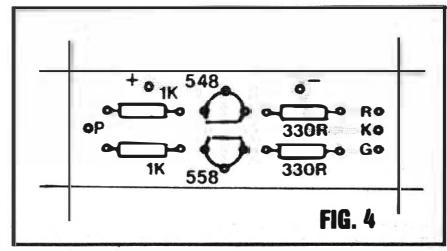

FIG. 4
- FIG. 4 - “CHAPEADO” DA MONTAGEM - Tanto na presente figura, quanto na anterior (3) o Impresso é visto em **tamanhonatural**, o que facilita muito ao Leitor/“Aluno”, não só a própria “cópia”, quanto as verificações e comparações para ver se tudo saiu certinho... Agora, pelo lado não cobreado, temos os componentes principais posicionados, devendo o Leitor/“Aluno” prestar atenção aos códigos e orientações dos dois transistores (ambos com seus lados “chatos” para dentro), e aos valores/posições dos 4 resistores... No mais, é só efetuar as soldagens com os costumeiros cuidados, conferindo tudo ao final, antes de cortar as “sobras” das “pernas”, pelo lado cobreado... Observar as ilhas periféricas, destinadas às ligações posteriores da ponta de prova(P), alimentação (“+” e “-”) e LED... Quanto a este, para simplificar a notação, usamos o seguinte “código”: K para o **catodo**, R para o **anodo** vermelho (*red*) e G para o **anodo** verde (*green*).